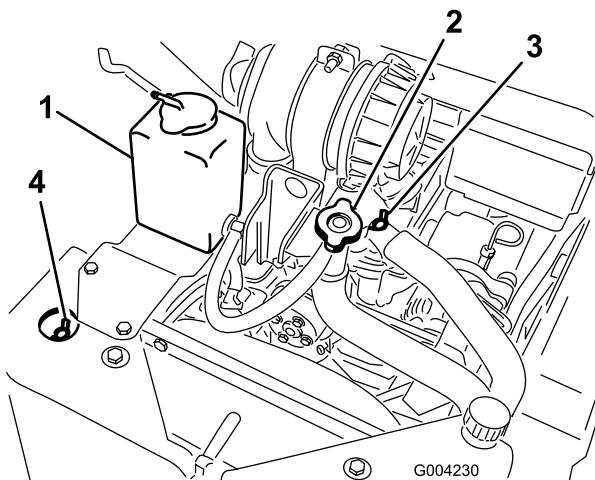

Рисунок 21
- A. Снимите крышку бака охлаждающей жидкости (Рисунок 21).
- B. Откройте передний и верхний продувочные клапаны системы охлаждающей жидкости (Рисунок 21).
пор, пока охлаждающая жидкость не начнет выходить из переднего продувочного клапана системы охлаждающей жидкости (Рисунок 21).
- D. Закройте передний продувочный клапан системы охлаждающей жидкости (Рисунок 21).
- E. Заливайте охлаждающую жидкость в горловину заливочного отверстия до тех пор, пока охлаждающая жидкость не начнет выходить из верхнего продувочного клапана системы охлаждающей жидкости (Рисунок 21).
- F. Закройте верхний продувочный клапан системы охлаждающей жидкости (Рисунок 21).
- G. Заливайте охлаждающую жидкость в горловину заливочного отверстия до тех пор, пока охлаждающая жидкость не покажется в отверстии горловины (Рисунок 21).
- H. Установите на место крышку бака охлаждающей жидкости (Рисунок 21).
- I. Добавляйте охлаждающую жидкость в расширительный бачок до тех пор, пока ее уровень не дойдет до линии Full на стенке бачка (Рисунок 21).